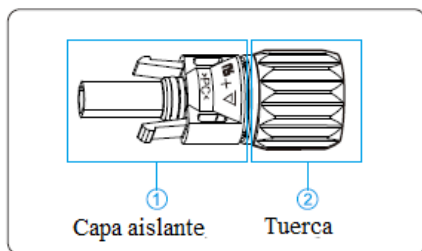
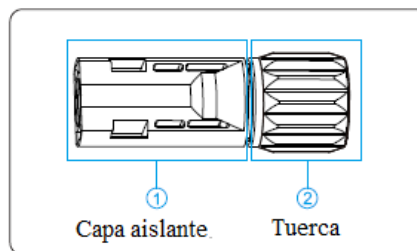

Imagen 5.6 Conector positivo
Imagen 5.7 Conector negativo
- Conectores de los *strings*: Los conectores de entrada de CC negativos y positivos se utilizan tal y como se muestra en la imagen 5.6 y la imagen 5.7.